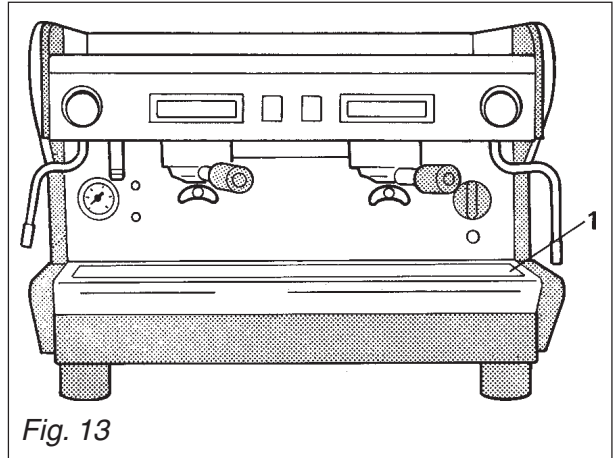

Fig. 13
- Quitar las rejillas de apoyo de las tazas 1 (Fig.13), sacar la bandeja del desagüe situada debajo de las rejillas y limpiarlas.
- Examinar y limpiar también la cubeta de descarga 1 (Fig.13) eliminando, con una cucharita, los eventuales resisus.